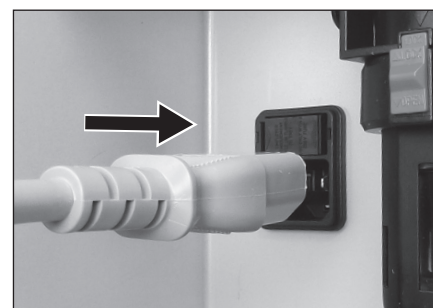

Fig. 10
- 2) Insérez la prise du cordon d'alimentation CA afin qu'elle concorde avec la prise du connecteur à l'arrière du boîtier de contrôle (Fig. 10).